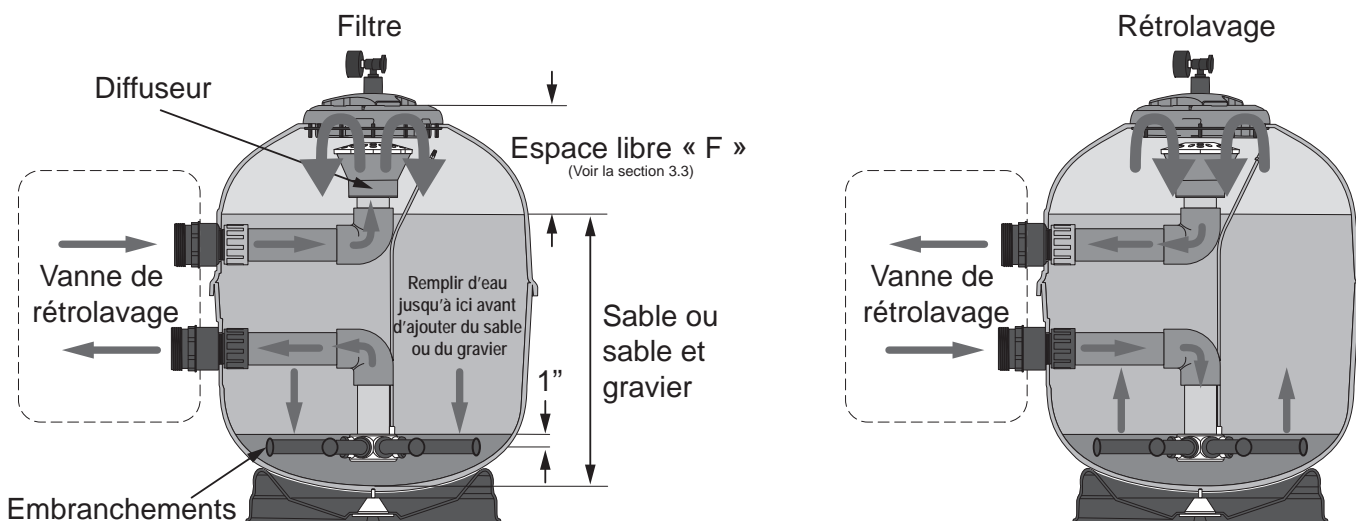

Figure 2. Filtre et fonction de rétro lavage
Les filtres à sable haut débit de Jandy utilisent communément du sable ou du sable sur une fine couche de gravier fin comme matériau de filtration. Voir **Figure 2**. L'utilisation d'un matériau de filtration autre que le sable est également décrite à la Section 3.3.1.
- Si du gravier est utilisé, il couvrira les embranchements à environ 25 mm (1 po) au-dessus des embranchements. Reportez-vous à la **Figure 2**.
- Remplissez le filtre jusqu'à moitié avec de l'eau avant de charger le matériau de filtration. Voir **Figure 2**.